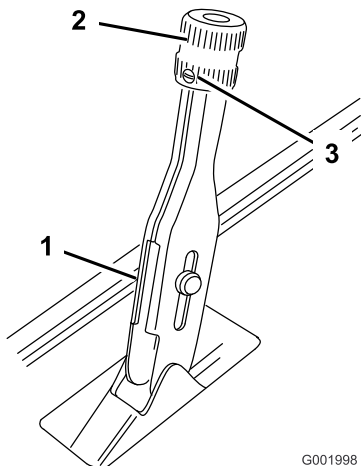

Figura 60
1. Desaperte o parafuso de afinação que fixa o manípulo à alavanca do travão de mão (Figura 60).